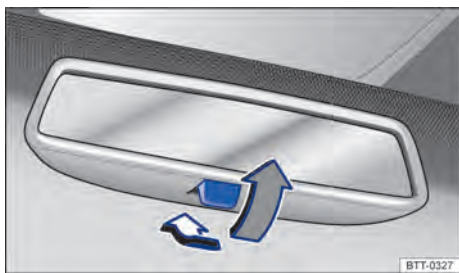

Fig. 93 No para-brisa: espelho retrovisor interno com antiofuscante manual.
- Para evitar o ofuscamento, puxar a alavanca para trás $\Rightarrow$ Fig. 93.